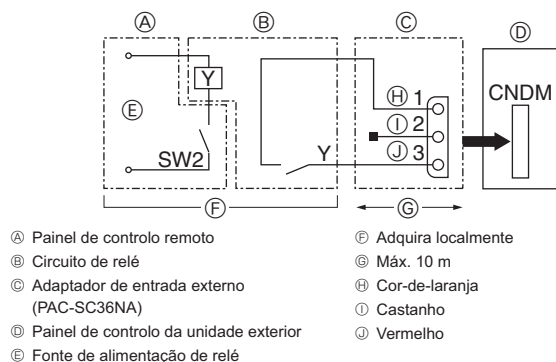

Fig. 9-2
① Complete o circuito, tal como demonstrado, ao utilizar o adaptador de entrada externo (PAC-SC36NA). (vendido separadamente)
9.2. Função de pedido (modificação no local) (Fig. 9-2)